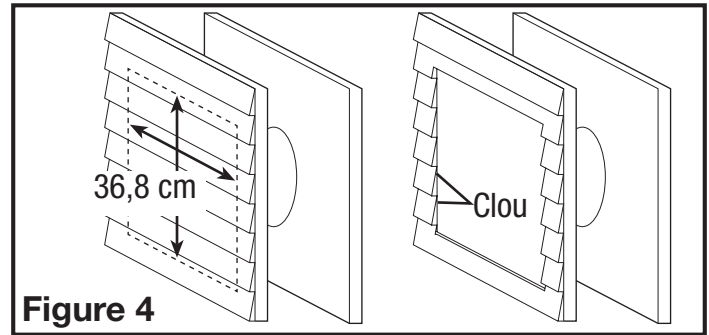

Figure 4
5. Sur le revêtement du mur extérieur, tracer un carré de 36,8 x 36,8 cm en utilisant le petit trou percé à l'étape 4 comme point central et découper le trou carré (**Figure 4**).
6. Une fois que le revêtement est découpé, clouer toutes les extrémités lâches du revêtement (**Figure 4**).